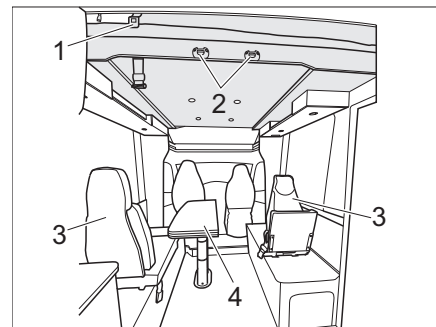

Fig. 166 Cama elevada eléctrica (variante 3)
- Enganchar la escalera de ascenso a las grapas (Fig. 166,2) de la cama elevada con los dos ganchos.
- Mover hacia abajo la mesa plegable de 2 patas, abatible (Fig. 166,4) (ver capítulo 7.8.8).
- Desmontar 2 asientos individuales (Fig. 166,3) y guardar.